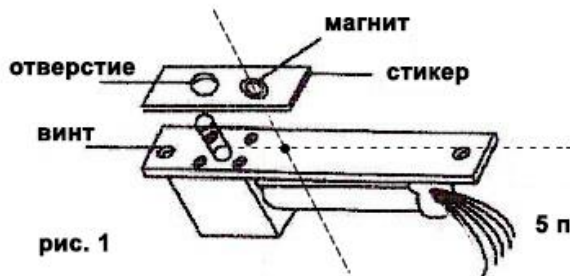

рис. 1
2. Замок состоит из двух частей: металлическая планка с магнитом и тело замка. Зазор между планкой и телом замком не должен быть более 3 мм, магнит должен располагаться рис. 1 без смещений.